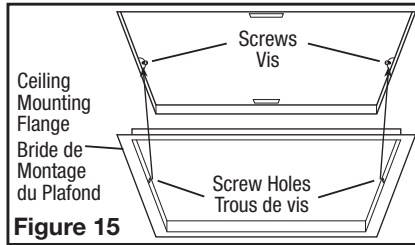

Figure 15
- Install the ceiling mounting flange to cover any gaps which exist between the housing and the finished ceiling. Remove the two screws that connect the ceiling mounting flange to the housing. Put sealant (not provided) on inside edge of the ceiling mounting flange to ensure that the flange is sealed to the ceiling. Line up the screw holes in the ceiling mounting flange with the screw holes on the inside of the housing and press flange in place so it is tight against the ceiling. Reinstall ceiling flange mounting screws inside the housing (**Figure 15**).
4. Installez la bride de montage au plafond pour couvrir tous les espaces qui existent entre le boîtier et le plafond fini. Retirez les deux vis qui relient la bride de montage au boîtier. Placez un scellant (non fourni) sur le bord intérieur de la bride de montage au plafond pour assurer que la bride est scellée au plafond. Alignez les trous de vis dans la bride de montage au plafond avec les trous de vis à l'intérieur du boîtier et appuyez la bride en place afin qu'elle soit bien serrée contre le plafond. Réinstallez les vis de la bride de montage à l'intérieur du boîtier (**Figure 15**).